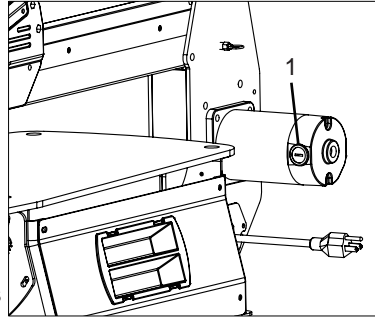

FIGURE 11
1. Débranchez la scie. Pour accéder aux balais de carbone, retirez le couvercle (Fig. 11, 1) avec un tournevis plat (non-inclus).